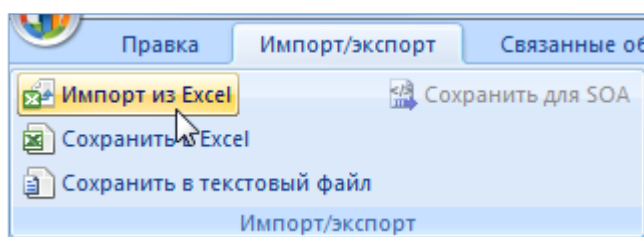

Рис. 14-27 – Кнопка «Импорт из Excel» панели «Импорт/экспорт»
2) Выделить в рабочем окне «Бюллетени» папку, в которую необходимо добавить данные из файла, и нажать кнопку «Импорт из Excel» панели «Импорт/экспорт» (рис. 14-27).